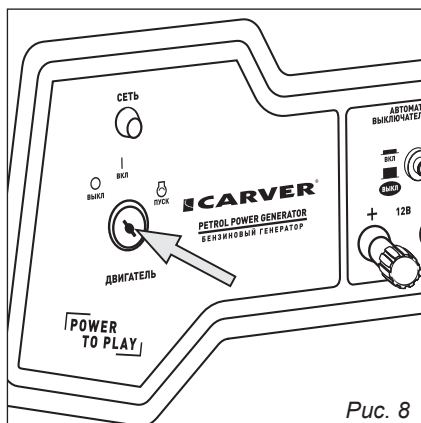

Рис. 8
- Установите переключатель двигателя в положение «ВКЛ». Для моделей с электрозапуском переведите ключ в положение «ВКЛ» (рис. 8).